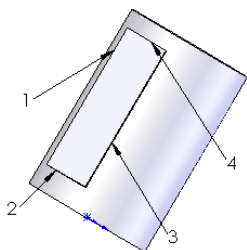
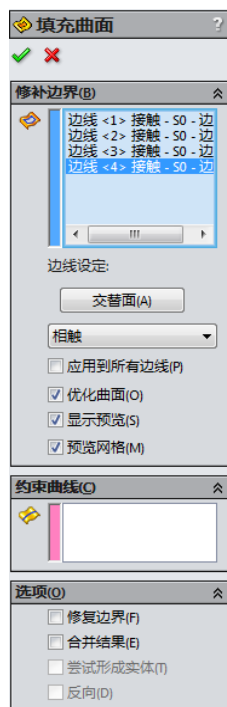

图 6-61 待填充曲面的图形
图 6-62 “填充曲面”属性管理器
【例 6-19】下面以图 6-61 为例说明填充曲面的操作步骤。
- 03 设置填充曲面属性管理器。在属性管理器的“修补边界”一栏中，依次选择图 6-61 中的边线 1、边线 2、边线 3 和边线 4。其他设置如图 6-62 所示。